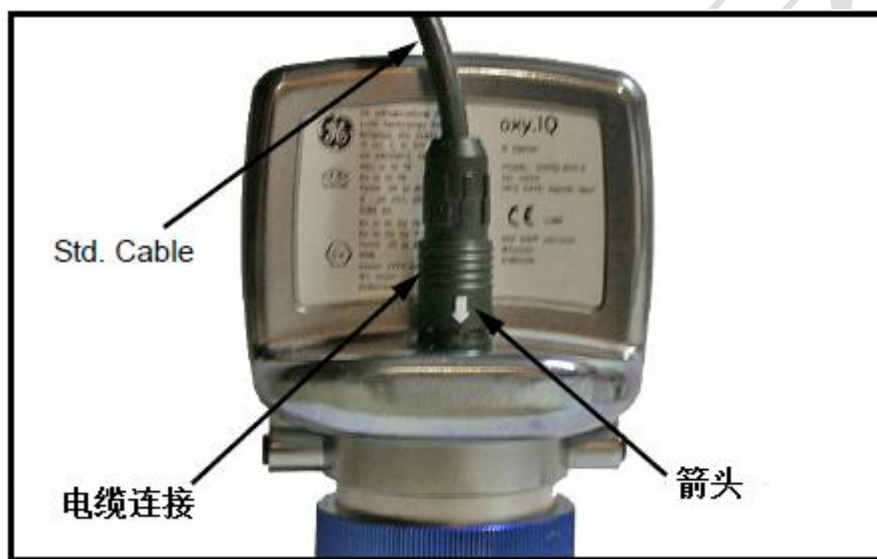

图 5 OXY.IQ 电缆连接
1. 拿出 OXY.IQ 变送器的附加电缆，确保电缆航空插头的箭头标记与变送器上的箭头标记对齐（图 5），向下推航空插头，使其完全插入母槽中。